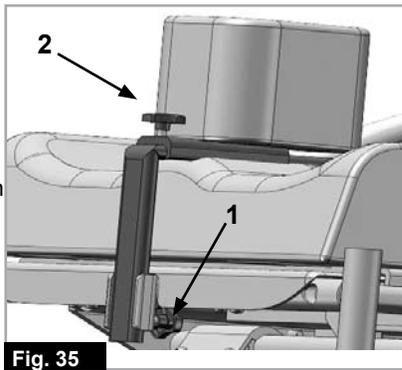

Fig. 35
Durch Lockern von Schraube (1) kann der Abduktionskeil in der Höhe verstellt werden und durch Lockern der Schrauben (2) kann er in der Tiefe verstellt oder abgenommen werden (Fig.35).